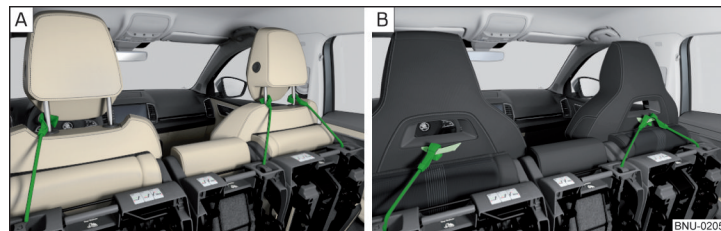

Fig. 92 Bloquear los asientos abatidos hacia arriba
- Los asientos abatidos hacia arriba con el cinturón de fijación, bloquearlos adelante en la barra guía del reposacabezas » fig. 92 - **A**.
- En los asientos con el reposacabezas integrado, fijar el cinturón en el lazo en la parte trasera del respaldo » fig. 92 - **B**.